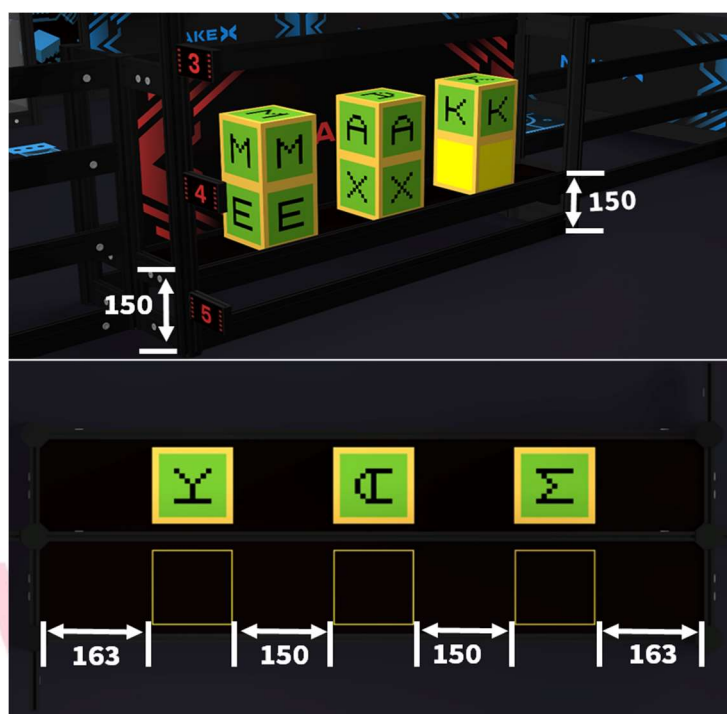
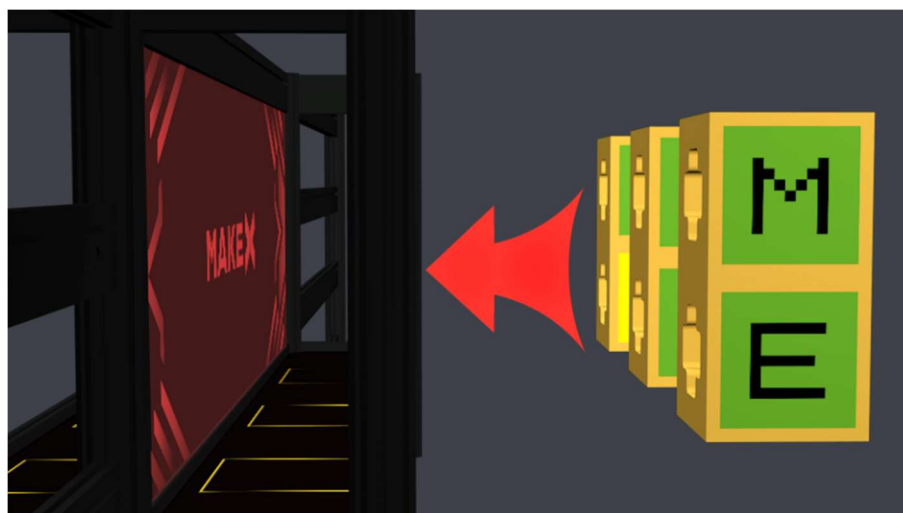

图 3.9 生产台示意图
图 3.10 方块摆放示意图
(6) **生产台**：红蓝双方半场内各有一处生产台，用于在比赛开始前摆放字母方块和空白方块，每场比赛前由裁判随机抽取任务卡确认排布顺序，所有方块须严格按任务卡中显示的样式摆放，孔位一致朝向中央隔板。平台外围扁铝距地面垂直高度为 150 mm，方块摆放样式如图 3.9 及图 3.10 所示。